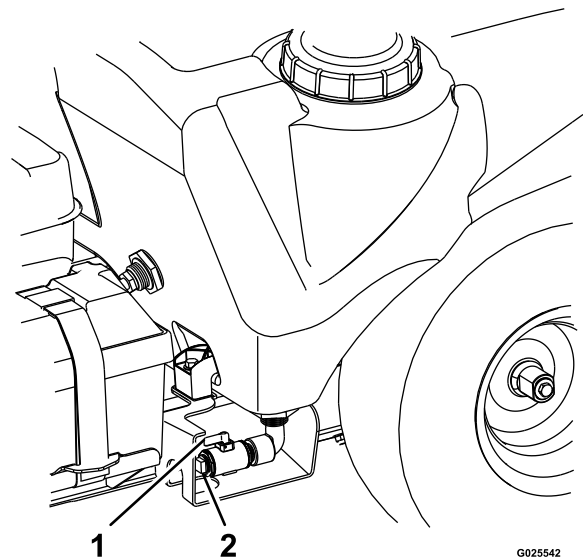

Figura 55
2. Retire el tapón de la válvula de vaciado del depósito de fumigación (Figura 55).
- Gire la maneta de la válvula de vaciado 90° en sentido horario para vaciar el depósito (Figura 55).
- Cierre la válvula de vaciado del depósito, retire la manguera de vaciado y coloque el tapón de vaciado en la válvula (Figura 55).